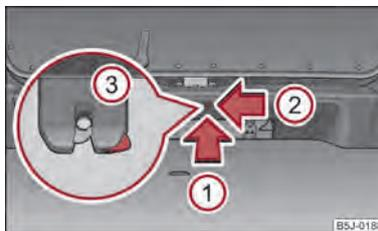

Fig. 16 Desbloqueo de emergencia de la tapa de maletero
- Introduzca un destornillador o una herramienta similar hasta el tope en la abertura en el revestimiento en dirección de la flecha ① ⇒ fig. 16.
- Desbloquee la cerradura ③ debajo del revestimiento en dirección de la flecha ②.